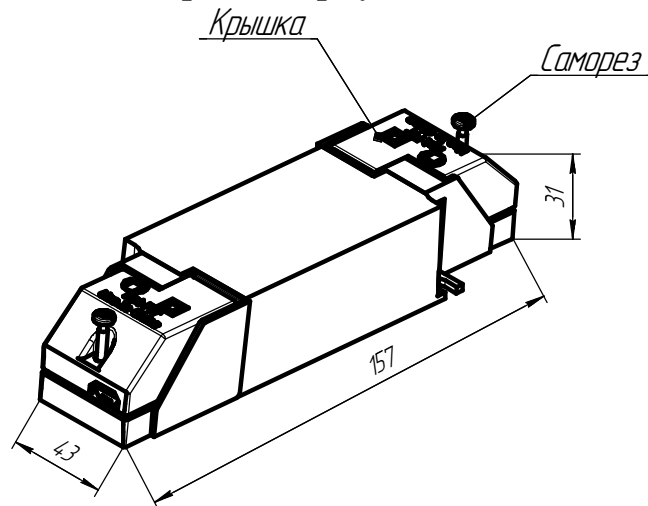
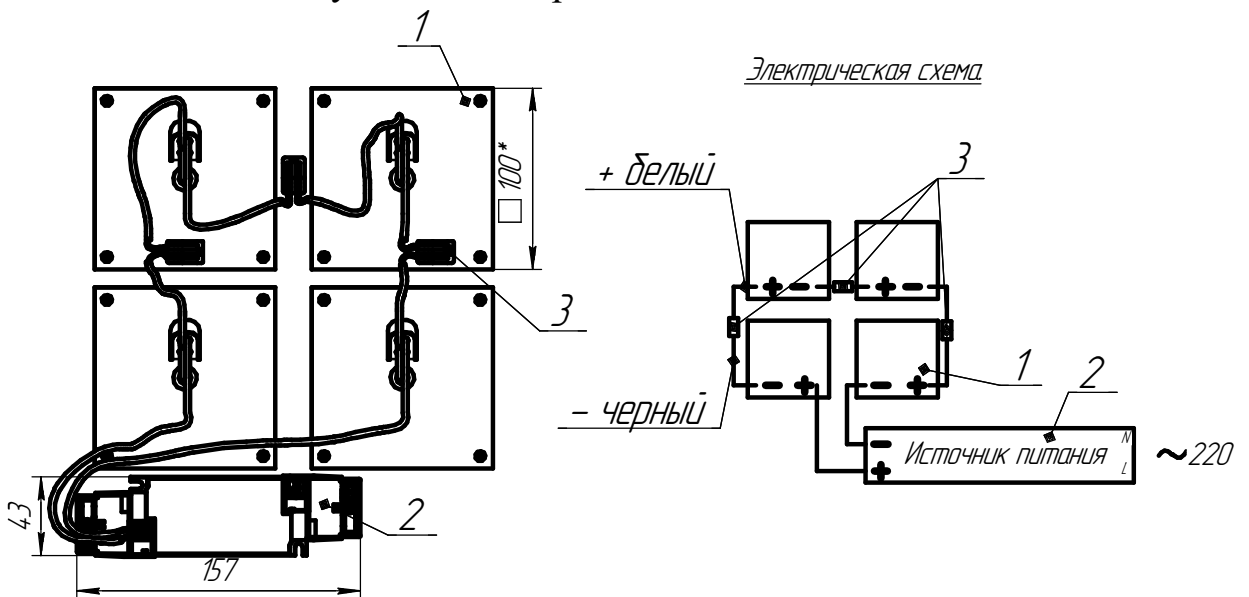

Рисунок 2 - Габариты источника питания
Рисунок 3 - Светильник ДВО09-4x6-001 Cube 840.
6.4 Присоедините сетевые провода к клеммной колодке источника питания (см. рисунок 3, 4 и 6). Для этого открутить саморез и откинуть крышку источника питания (см. рисунок 2). После подключения, прижать провод крышкой и затянуть ее саморезом.